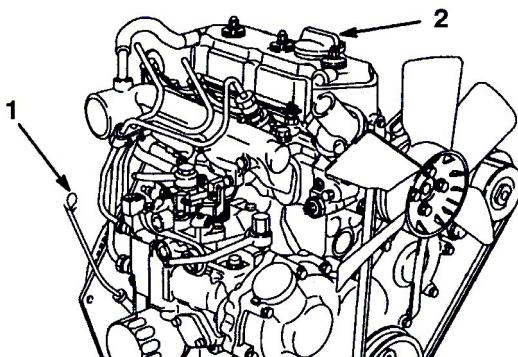

図 24
2. ディップスティックを抜き、ウェスで一度きれいに拭く(図24)。ディップスティックを、首の根元までもう一度しっかりと差し込む。首から引き抜いて油量を点検する。油量が足りなければ、バルブ・カバーについている補給口のキャップを取り、ディップスティックの FULLマークまでゆっくりと補給する。補給するときは、ディップスティックで確認しながら少量ずつ入れる。入れすぎないこと。